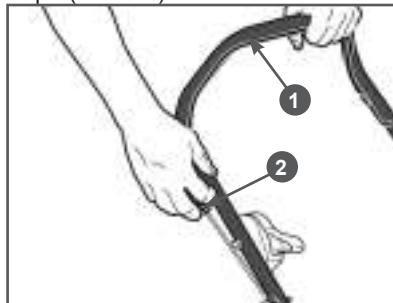

Рис. 16 Запуск двигателя
3. Встаньте позади газонокосилки. Левой рукой нажмите на рычаг 1 остановки двигателя и удерживайте его, а правой рукой возьмите ручку 2 стартера (Рис. 16).
- Отпустите рычаг 1 остановки двигателя (Рис. 16).